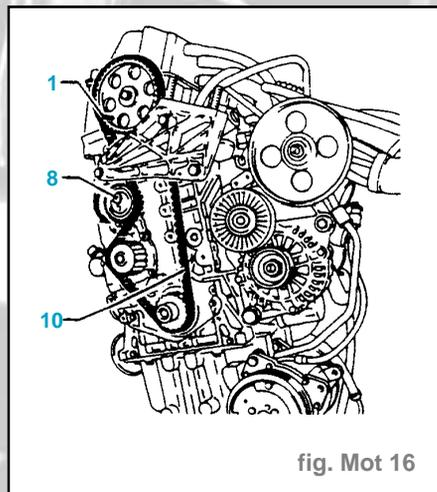

fig. Mot 16
- En respectant son sens de montage et les repères, mettre en place la courroie, brin (10) bien tendu, dans l'ordre suivant (fig. Mot 16) :